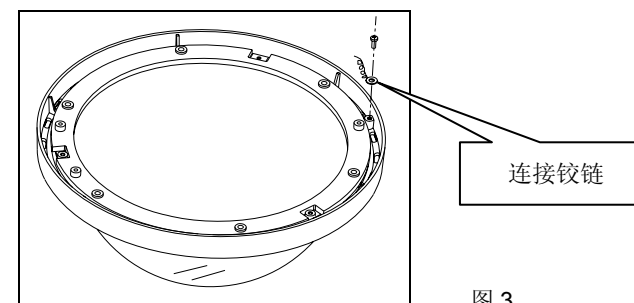

图 3
5.3 将装饰圈组件安装连接铰链的螺钉拧下,安装好连接铰链后固定,如图 3 所示.